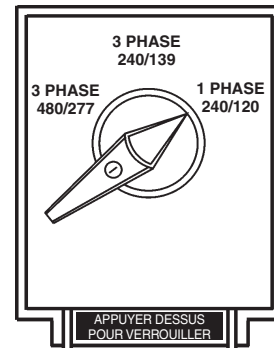

Figure 27. Commutateur de sélection de tension
1. Mettre le commutateur de sélection de tension dans la position 1Ø 240/120 comme indiqué dans Figure 27.